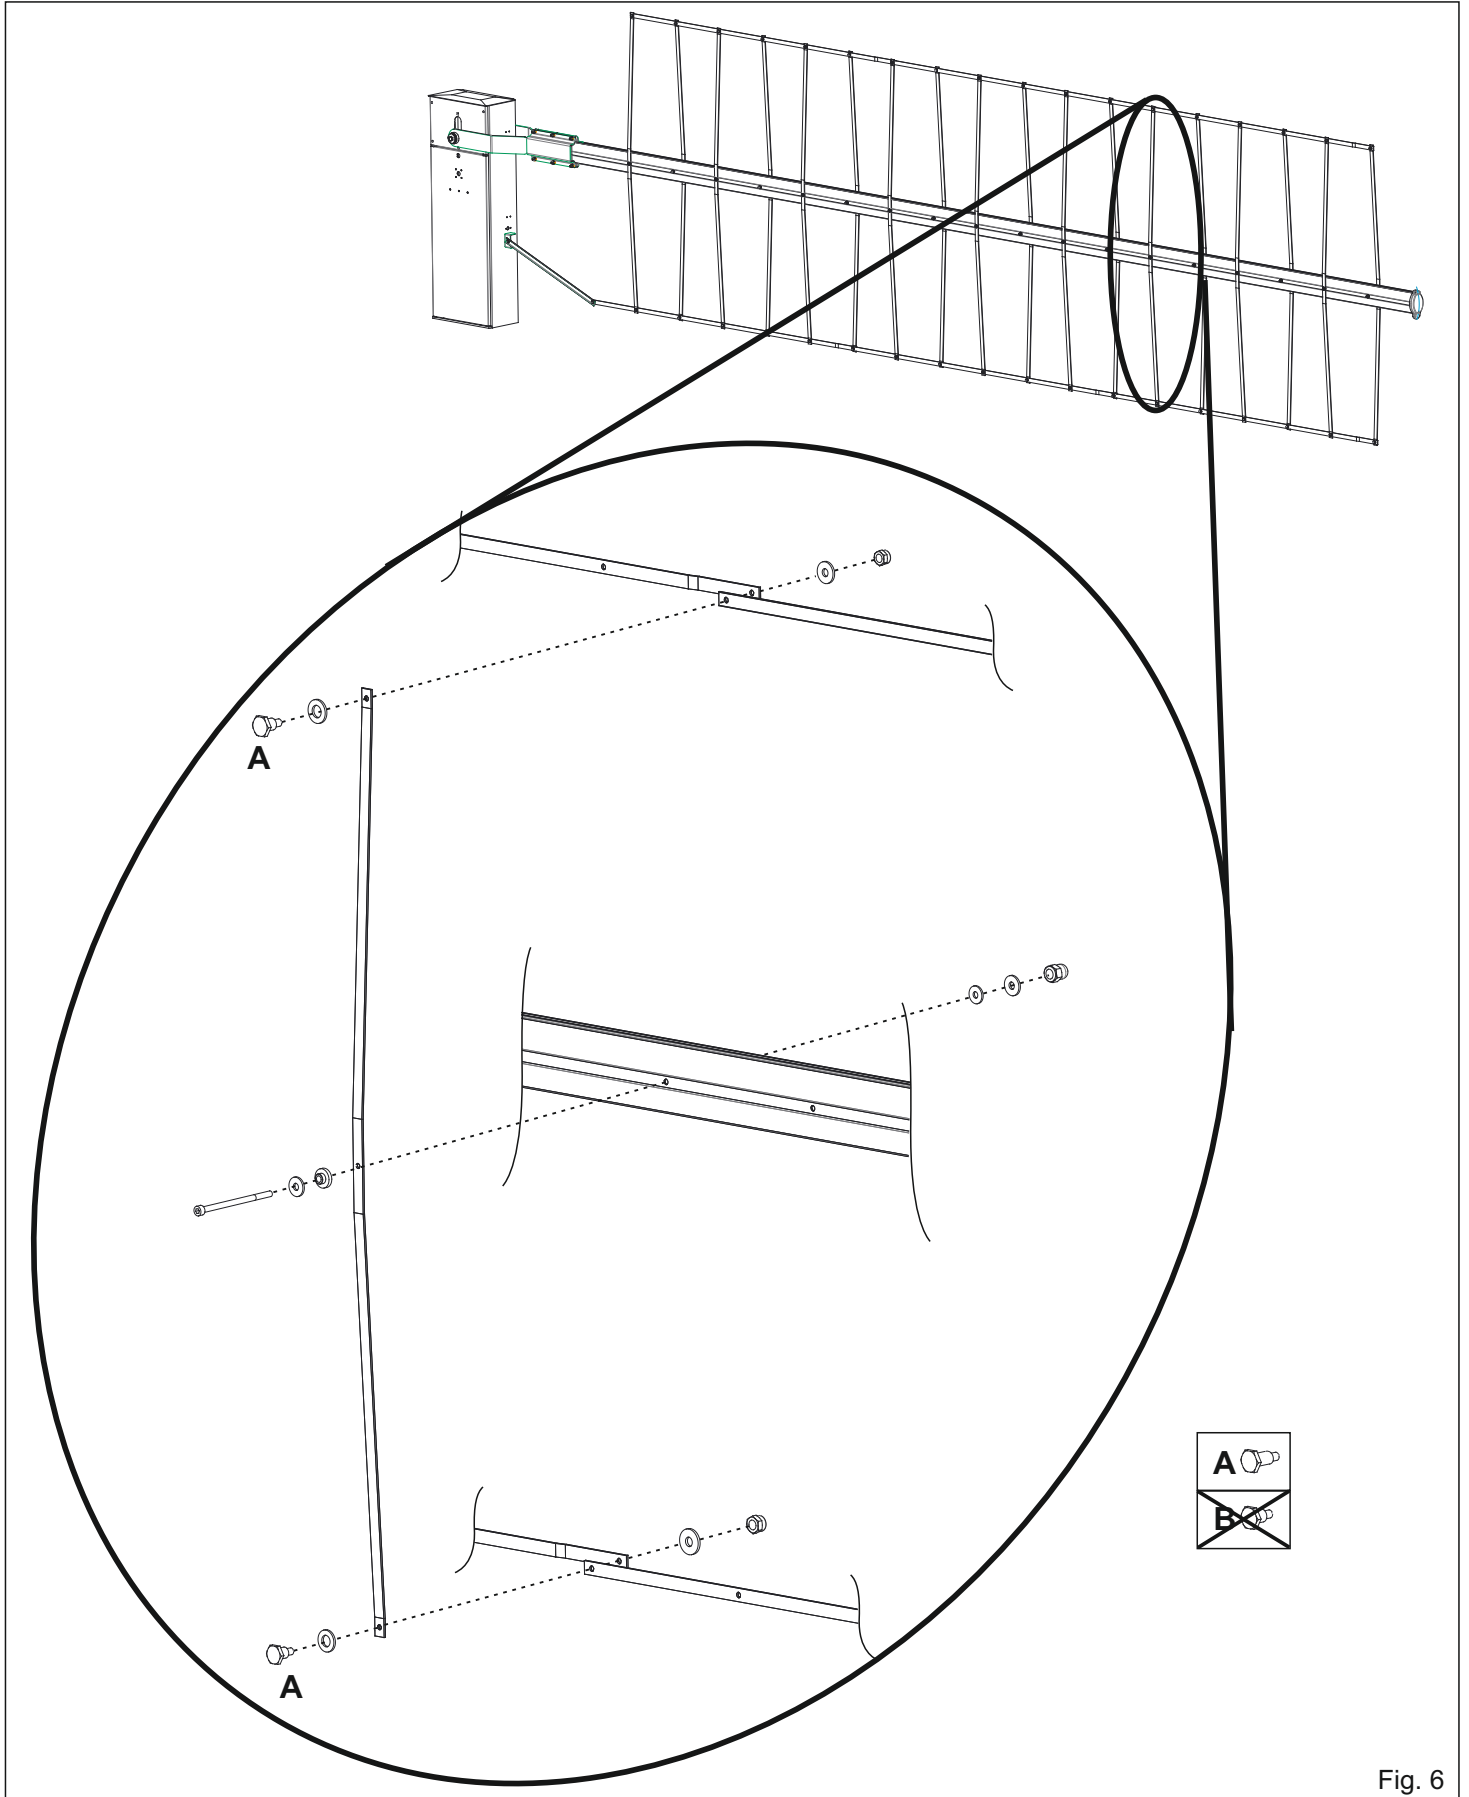

Fig. 6
- 3) Assemblare i singoli moduli tenendo presente che ognuno è costituito da 6 stecche; le prime 5 seguono lo schema di montaggio indicato in Fig. 5. La stecca di giunzione con il modulo successivo, segue lo schema di montaggio indicato in Fig. 6
- 3) Assemble each module minding that each one is made up of 6 slats; the first 5 follow the assembly diagram shown in Fig. 5. The slat of junction with the next module follows the diagram shown in Fig. 6
- 3) Assembler chaque module faisant attention que chacun est composé de 6 tiges; les 5 premières suivent le schéma d'assemblage en Fig. 5. La tige de jonction avec le module suivant suit le schéma d'assemblage montré sur la Fig. 6
- 3) Ensamblar cada módulo teniendo en cuenta que cada uno se compone de 6 varillas; las primeras 5 siguen el diagrama de ensamblaje que se muestra en la Fig. 5. La varilla de conexión con el siguiente módulo sigue el diagrama de ensamblaje que se muestra en la Fig. 6.